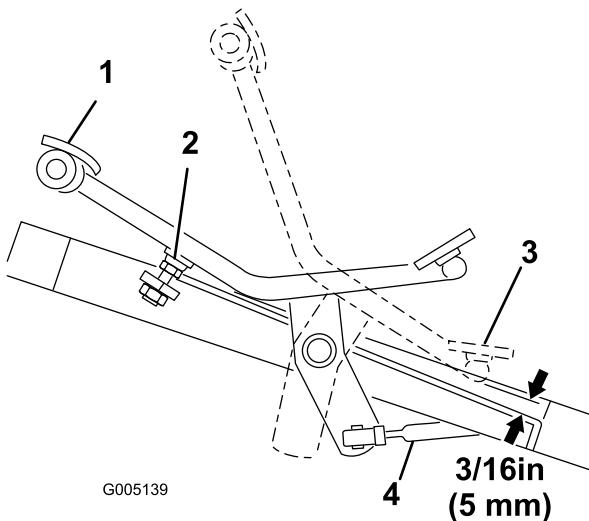

Figura 40
1. Pressione o pedal de tracção completamente para a frente até a bobina da válvula da secção nº 5 estar completamente saída. O pedal deve estar em contacto com o batente do pedal (Figura 40).
2. Verifique a distância entre a parte inferior do pedal e o apoio para o pé, conforme indicado em Figura 40. A distância deve ser de, aproximadamente, 5 mm. Se a distância for superior ou inferior a 5 mm, é necessário efectuar um ajuste à barra de controlo de tracção. Proceda da seguinte maneira:
- Retire a porca de bloqueio e a junta esférica que fixam a barra de controlo (Figura 40) à articulação do veio de tracção.